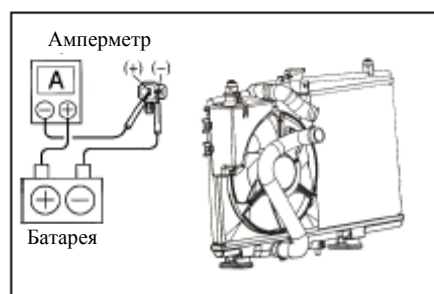

Рис. 66
(3) Проверьте вентилятор охлаждения (см. Рис. 66).